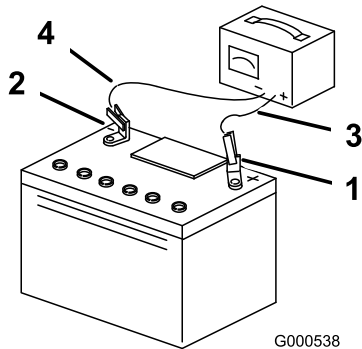

Figura 38
3. Cuando la batería esté completamente cargada, desconecte el cargador de la toma de electricidad, luego desconecte los cables del cargador de los bornes de la batería (Figura 38).